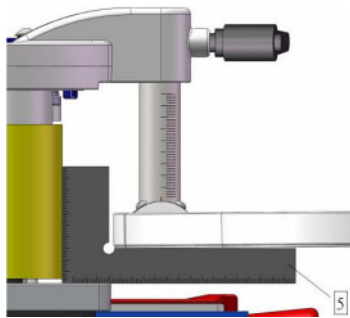
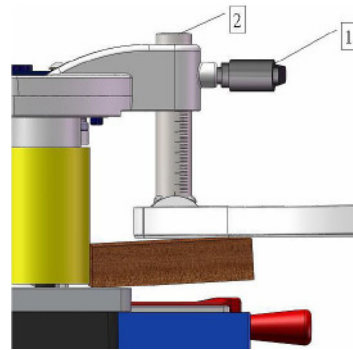

Abb. 9: Rechtwinklige Position der Führungsplatte zur Andruckrolle
Abb. 11: Winkel der Führungsplatte einstellen
Schritt 1: Um die Feineinstellung der senkrechten Position der Führungsplatte einzustellen, einen 90°-Winkel (5, Abb. 9) an die Andruckrolle anlegen, die Innensechskantschraube (2, Abb. 11) lösen und die Führungsplatte entsprechend zum Winkel ausrichten. Danach die Innensechskantschraube (2, Abb. 11) festziehen.
Schritt 1: Den Klemmhebel (1, Abb. 11) öffnen und die Innensechskantschraube (2, Abb. 11) lösen.
Schritt 3: Die Innensechskantschraube (2, Abb. 11) und den Klemmhebel (1, Abb. 11) festziehen.